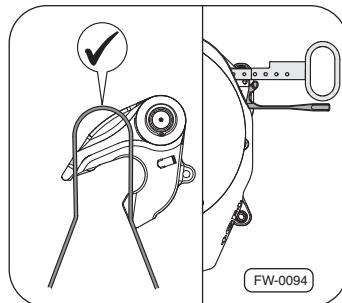

Fig. 9 · Ouvrir la pièce de verrouillage
3. S'assurer que la pièce de verrouillage est entièrement levée et que la poignée de déverrouillage reste en position prête au démarrage ⇒ Fig. 9.